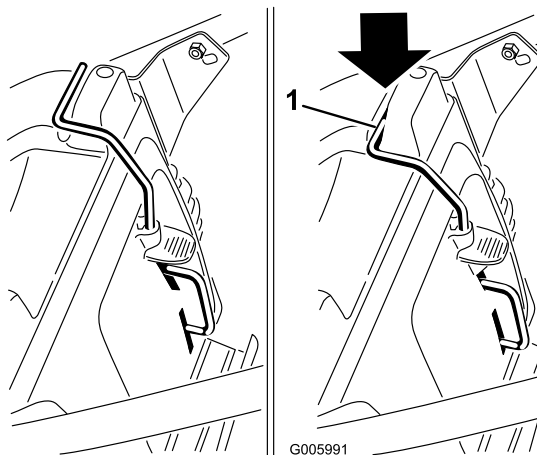
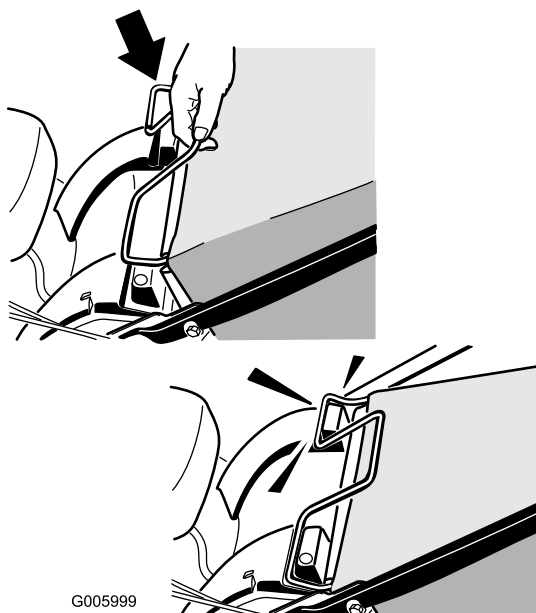

Figura 18
Figura 19
1. Installate il coperchio di scarico (Figura 18) o il cesto di raccolta (Figura 19) sul tosaerba.